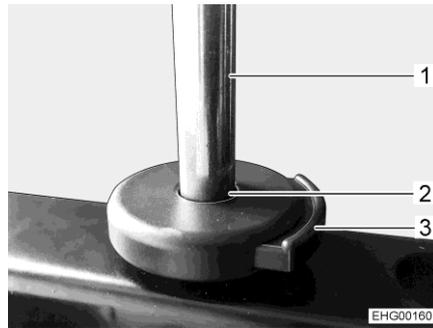

Fig. 19 Touche de déverrouillage (appui-tête)
- Mettre les montants (Fig. 19,1) de l'appuie-tête en place dans les fixations (Fig. 19,2).
- Appuyer sur la touche de déverrouillage (Fig. 19,3) et pousser l'appuie-tête jusqu'à la position désirée.
- Presser la touche de déverrouillage (Fig. 19,3).